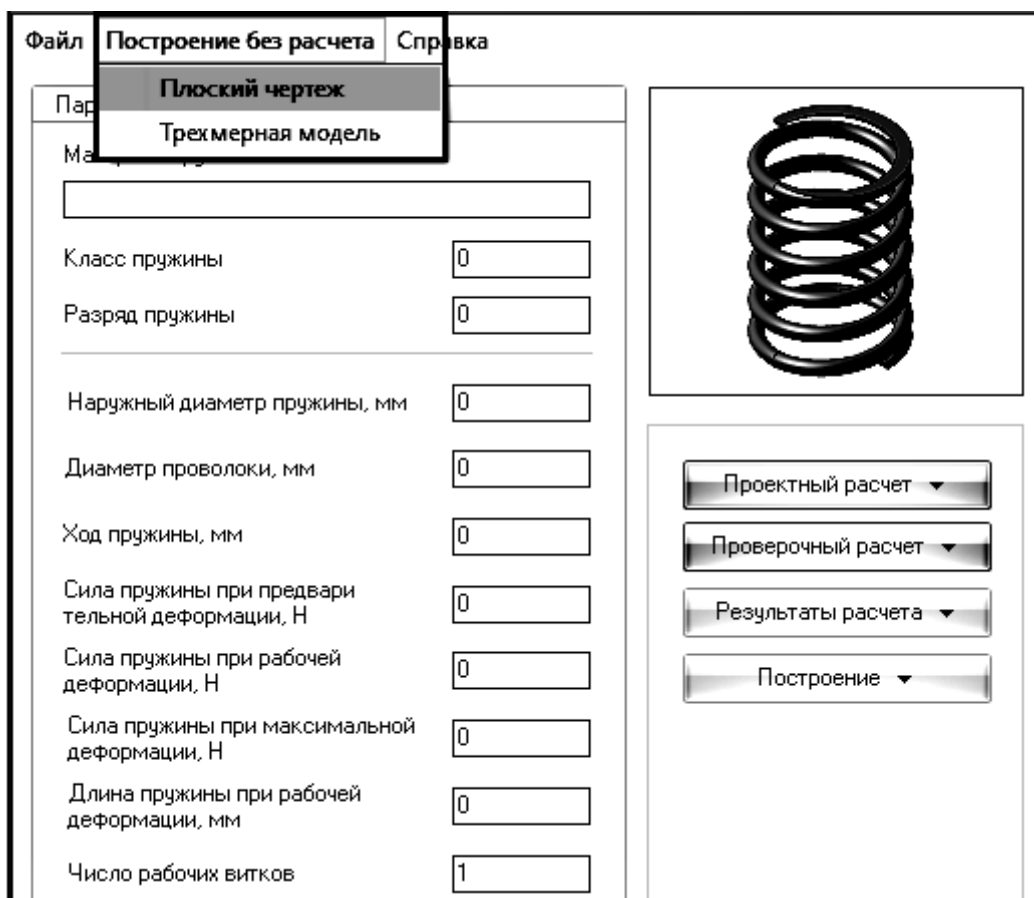

Рис. 13.1. Окно приложения «Проектирование цилиндрической пружины сжатия»
1. В меню приложения выберите пункт **Механика: Пружины** → **Пружины сжатия**. В результате будет запущен модуль «Проектирование цилиндрической пружины сжатия», диалоговое окно которого показано на рис. 13.1.